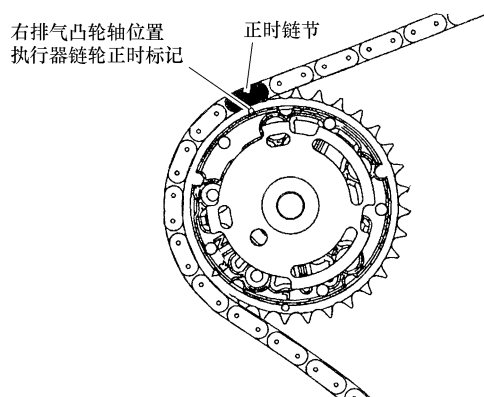

图 20-43 右排气凸轮轴位置执行器链轮上的三角形正时标记对准正时链节
- 6) 使右排气凸轮轴位置执行器链轮上的三角形正时标记对准正时链节，如图 20-43 所示。